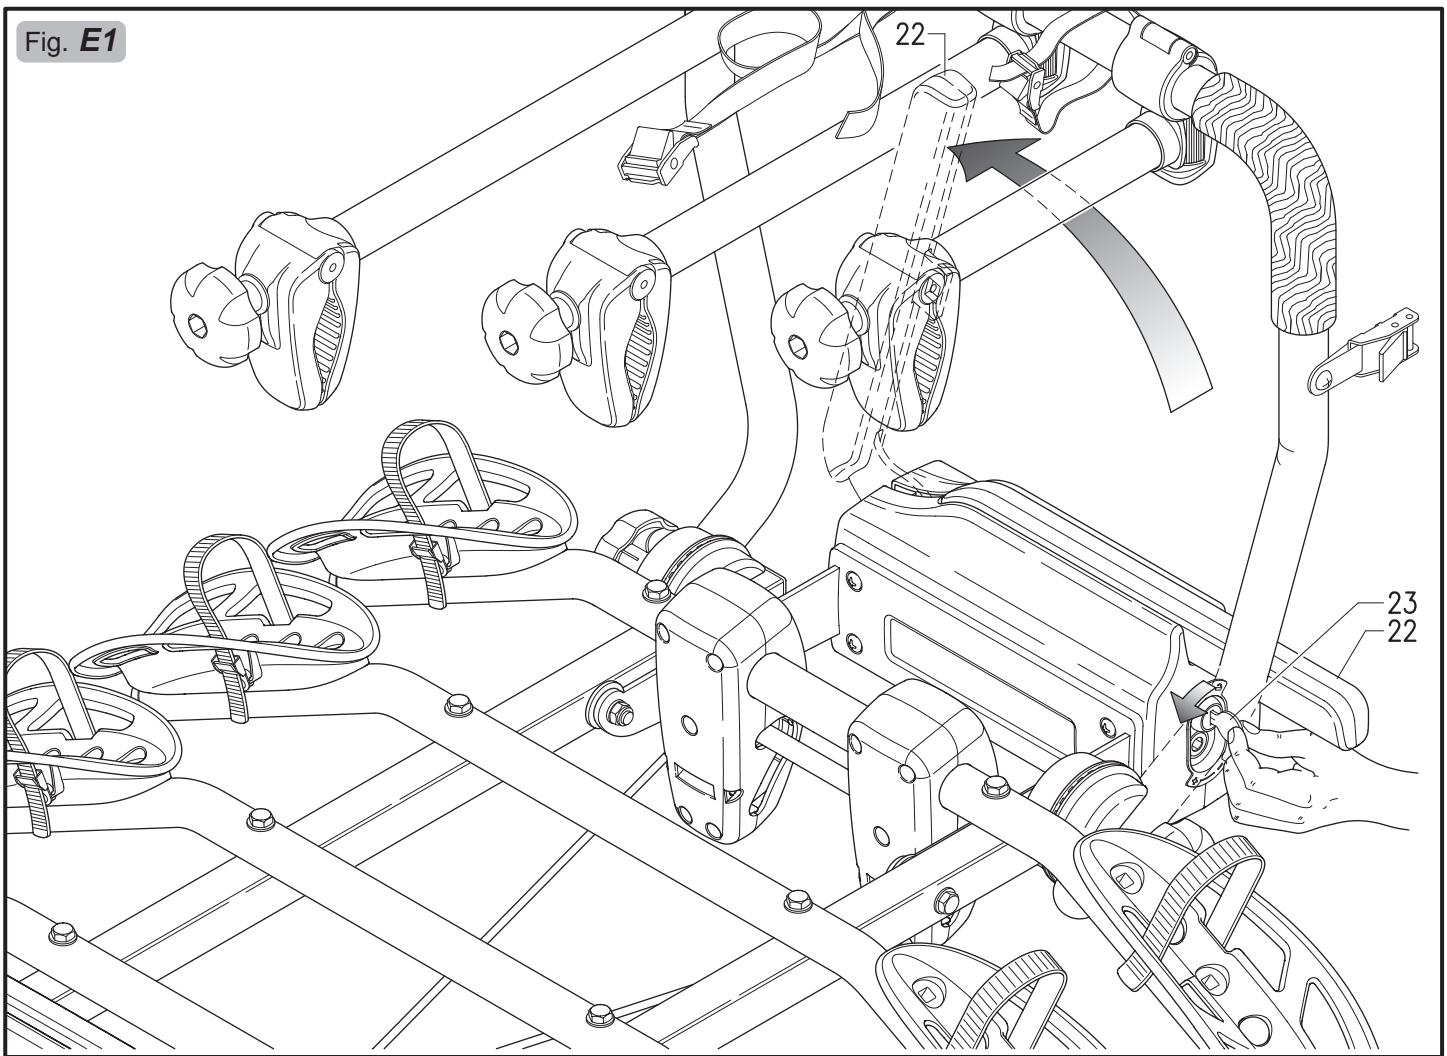

Fig. E2
- 10) Den Befestigungsblock 24 auf der Kugel der Anhängerkupplung 25 aufsetzen (Abb. E2).
- 11) Die Befestigungsvorrichtung wird durch Absenken des Hebels 22 geschlossen. Die Schließkraft muss mindestens 45 kg betragen (Abb. E2).
Beim Kauf des Produktes muss in jedem Fall die erstmalige Einstellung vorgenommen werden. Anschließend ist die Schließkraft bei jeder erneuten Nutzung zu kontrollieren und bei Bedarf nachzustellen. Um Unfälle und Beschädigungen zu verhindern, sollte auch bei diesem Vorgang eine weitere Person um Hilfe gebeten werden. Nach dem Entsperren und Hochstellen von Hebel 22 muss der Fahrradträger von der zweiten Person in waagerechter Lage gehalten werden. Die Schraube 26 muss mit dem beiliegenden Schlüssel 27 so eingestellt werden, dass sich die Schließkraft auf dem Hebel auf mindestens 45 kg erhöht (Abb. E2). Vergewissern Sie sich, dass der Fahrradträger sich bei geschlossener Befestigungsvorrichtung nicht dreht.